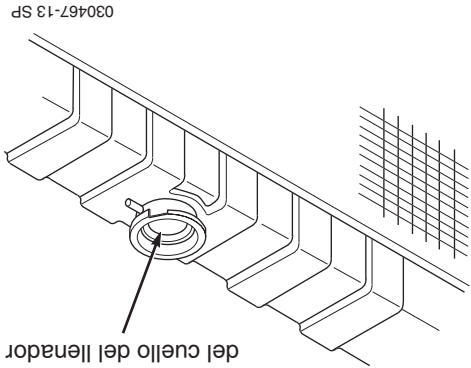

Figura 7-10 Nivel del refrigerante
2. Revise visualmente el nivel del refrigerante. El nivel del refrigerante debe llegar hasta la parte inferior del cuello del llenador, como se muestra en la figura 7-10. Agregue una mezcla de refrigerante y agua blanda, según sea necesario.